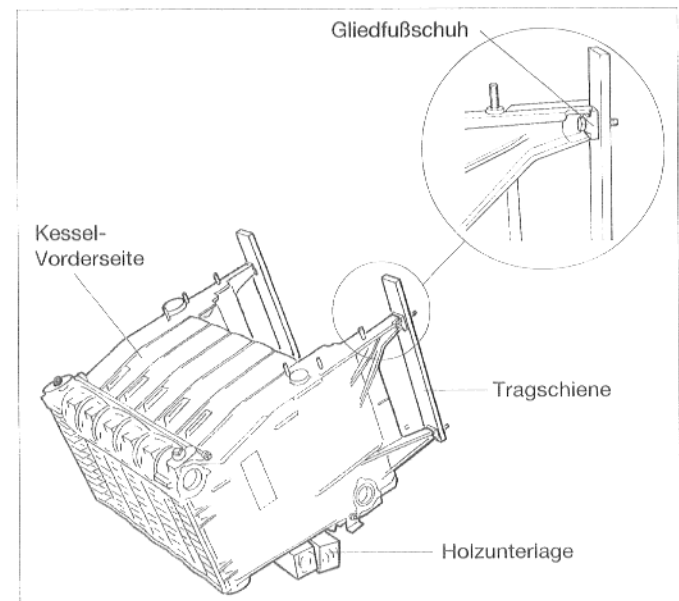

Abb. 11
- Kesselblock unter Verwendung von Holzunterlagen auf die Rückseite legen (Abb. 11).
- Gliedfußschuhe auf die Gliedfüße schieben (Abb. 11).
- Schrauben (M8 x 50) von oben durch die Gliedfußschuhe schieben (Abb. 11).
- Tragschienen auf die Schrauben aufschieben (Abb. 11).